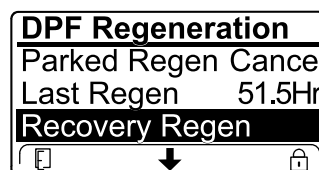

図 60
- エンジンコンピュータがリカバリ再生を要求していないのに、リカバリ再生 RECOVERY を選択することはできません。リカバリ再生はロックされ、施錠アイコン 図 60 がインフォセンターの右下に表示されます。